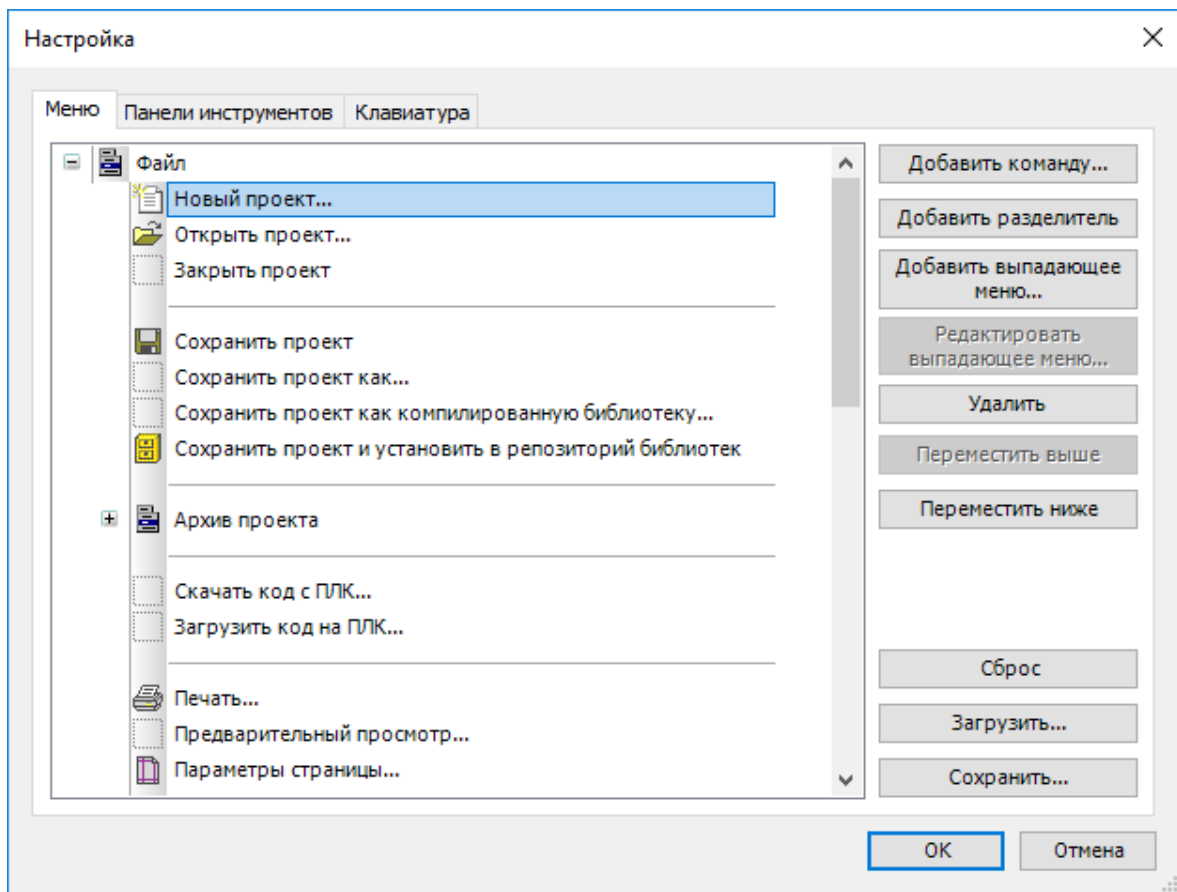

Рисунок 9. Окно настройки основного меню и панели инструментов
- рядом с пунктом **Файл** нажмите кнопку , в открывшемся списке поставьте курсор на пункт **Новый проект...** Станет активной кнопка **Добавить команду...** (Рисунок 9);